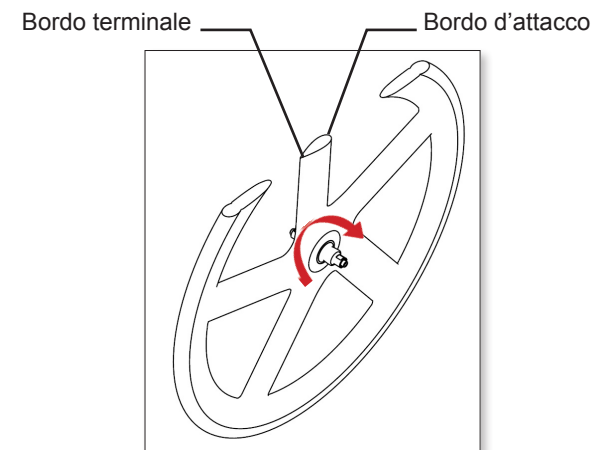

Figura 3
- Controllare il senso di rotazione della ruota anteriore a 3, 4 o 5 razze per sfruttarne il vantaggio aerodinamico (bordo d'attacco e bordo terminale) (**figura 3**).